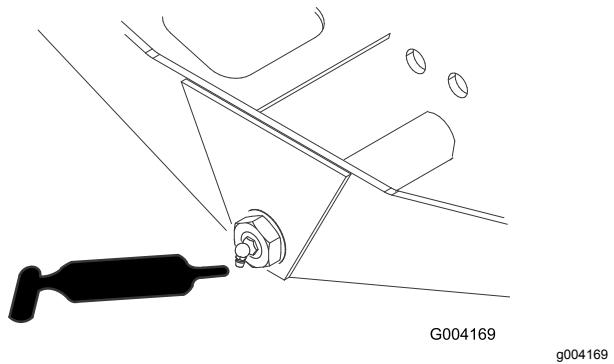

Figura 32
- Pivote de dirección del eje (1)—Figura 32